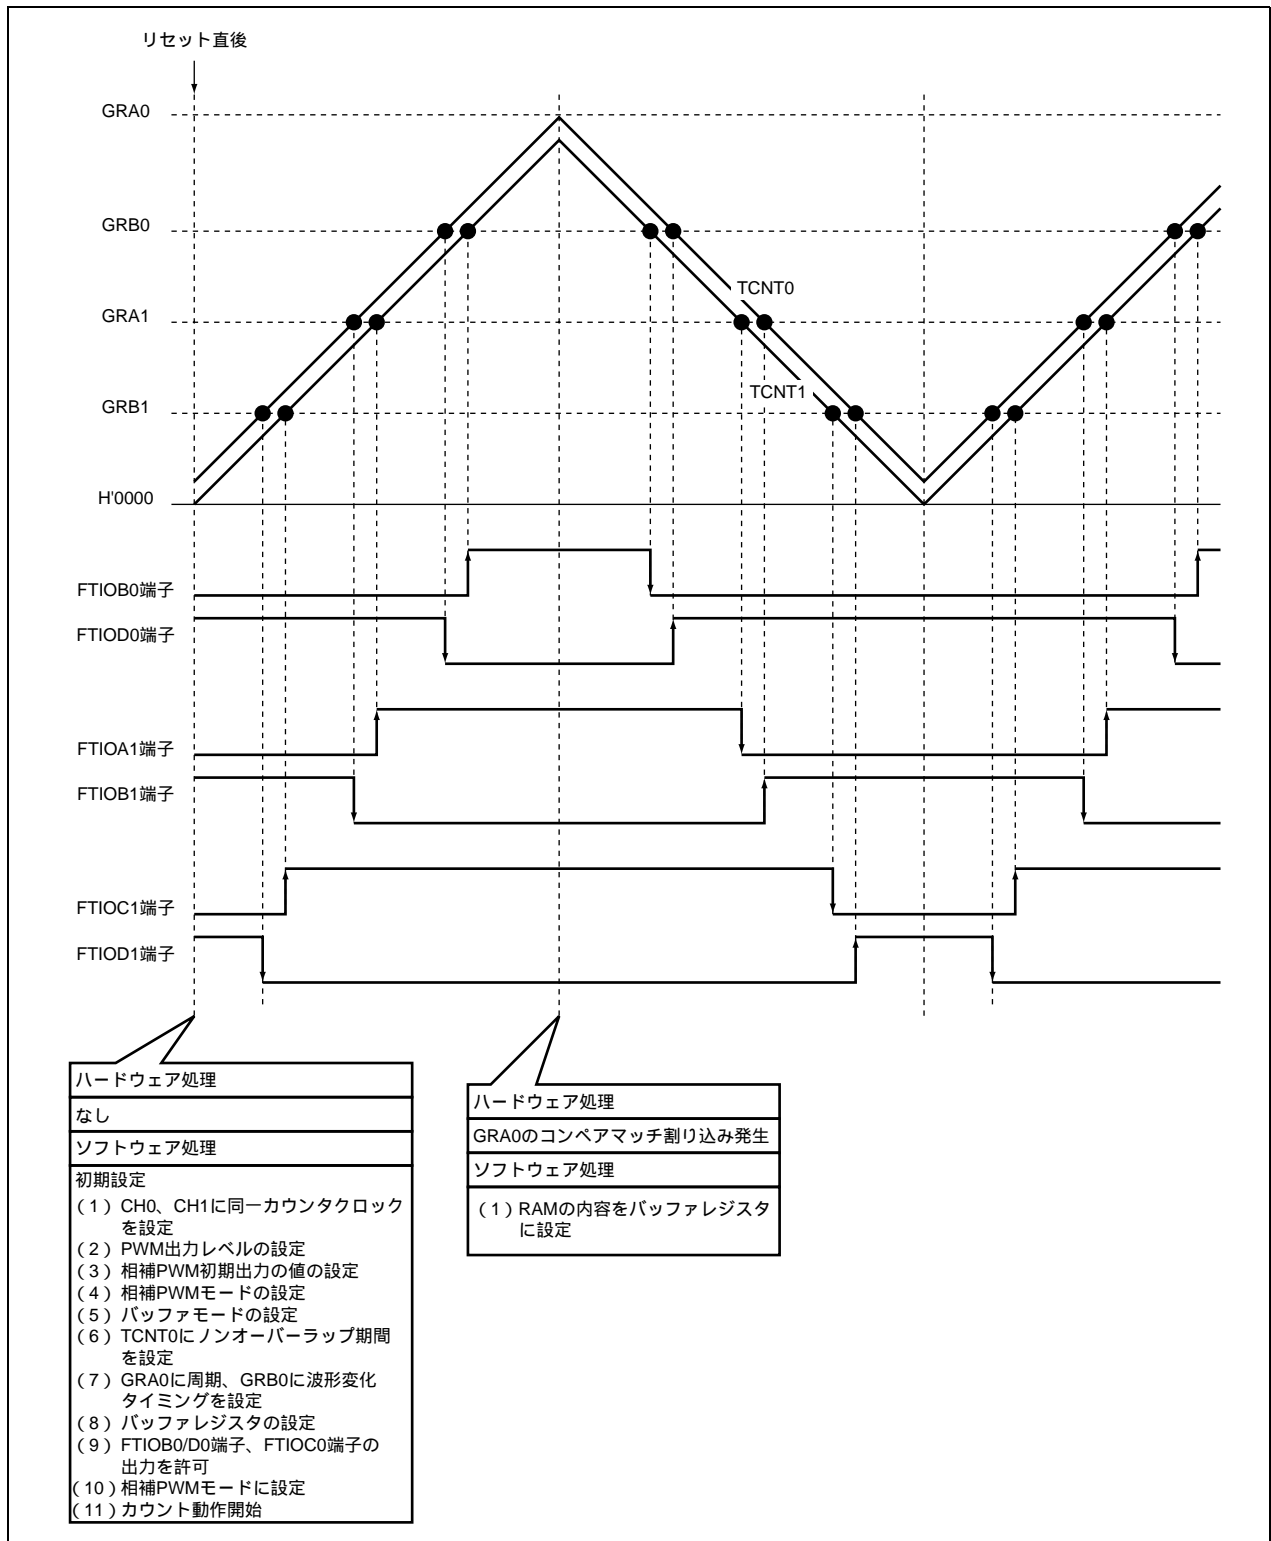

図 3.4 PWM 波形の動作原理
4. 図 3.4 に動作原理を示します。図 3.4 に示すように H8/3687 のハードウェア処理およびソフトウェア処理により CH0、CH1 の各 PWM 出力端子 (FTIOB0/D0、FTIOA1/B1/C1/D1) から 6 相の PWM 出力をします。